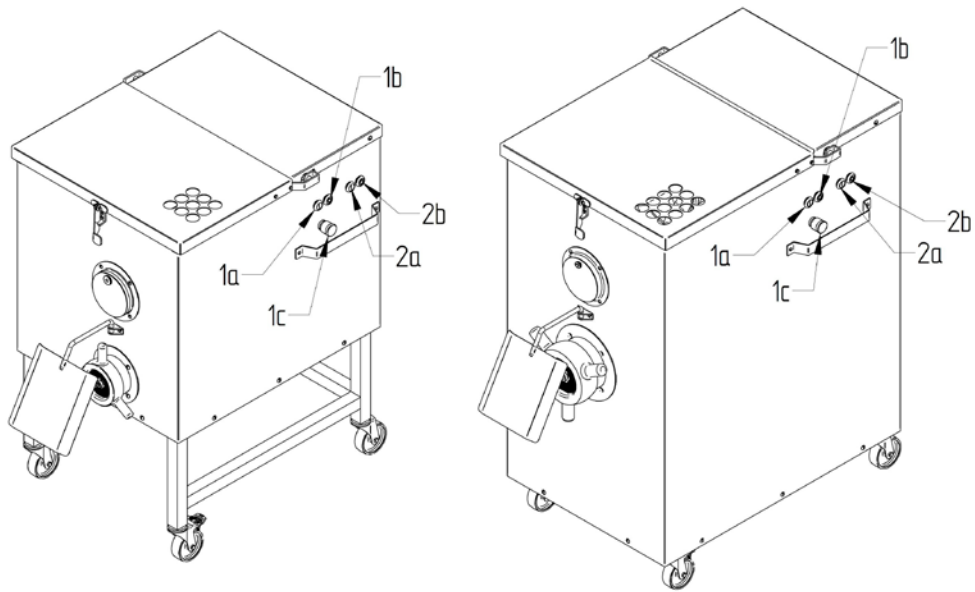

Рисунок 1
В модели LM-32A, LM-98A, LM-42A и LM-130A кнопки ПУСК/СТОП для двигателя волчка (Рисунок 1: № 1а, 1б) и для двигателя смесителя (№ 2а, 2б), а также аварийная кнопка выключения (№ 1с) находятся с левой стороны машины. Кнопка Пуск снабжена выключателем низкого напряжения для предотвращения непроизвольного включения машины после остановки машины из-за отключения электричества.
1. **ОСТАНОВИТЕ** машину нажав на черную кнопку Стоп (Рисунок 1, № 1b).
При условии, что все требования, указанные в разделе 5.1.2 соблюдены, мясорубка включается нажатием на белую кнопку Пуск (Рисунок 1, № 1a). Двигатель смесителя включается нажатием второй белой кнопки Пуск (№ 2a).
Мясорубка может быть остановлена нажатием на черную кнопку Стоп. (Рисунок 1, № 1b), а двигатель смесителя нажатием кнопки №2b. **В случае необходимости мясорубка останавливается** нажатием на **КНОПКУ АВАРИЙНОЙ ОСТАНОВКИ** (Рисунок 1, № 1c). Машина также снабжена выключателем низкого напряжения для предотвращения произвольного включения машины после остановки машины из-за временного отключения электричества.